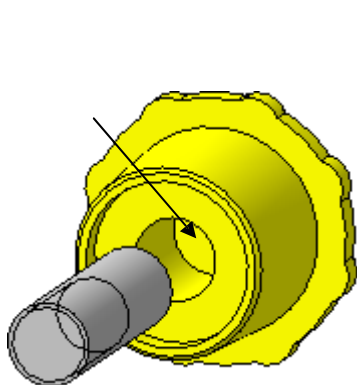
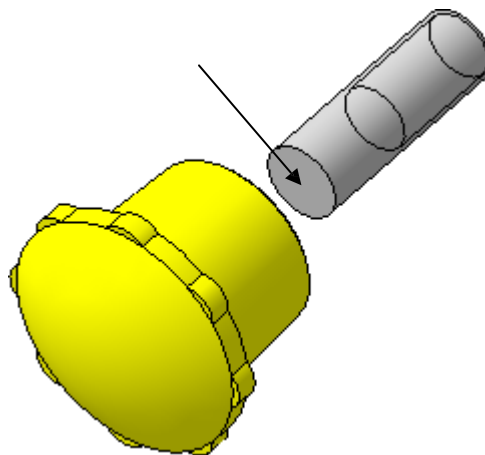

Рис.12.5
Рис. 12.6
- переместите стержень, как показано на рис. 12.5, чтобы он не находился внутри ручки стопора);
- задайте сопряжение  **Совпадение объектов** и укажите сначала на плоскую грань внутри отверстия **Ручки стопора** (рис.12.5)(чтобы развернуть сборку можно воспользоваться командой  **Повернуть** на панели **Вид** или, удерживая нажатым колесико мыши, вращать модель), затем на плоскую грань на **Стержне** (рис.12.6).